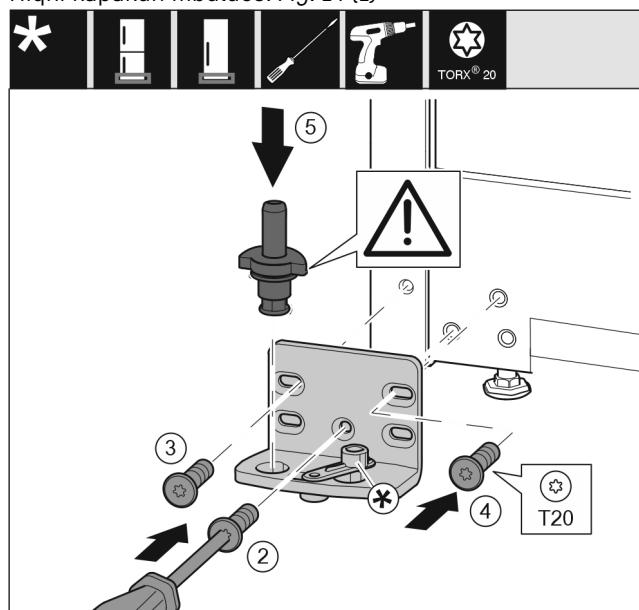

Fig. 15
- Vendosni bazamentin mbështetës në anën tjetër dhe mbërthejeni me ndihmën e një kaçavide T20. Filloni me vidën 2 poshtë në mes. Fig. 15 (2)
- Mbërtheni fort vidën 3 dhe 4. Fig. 15 (3,4)
- Vendosni komplet në vend bazamentin mbështetës. Këtu bëni kujdes që gungat e kapjes të jetë të kthyera nga poshtë. Fig. 15 (5)